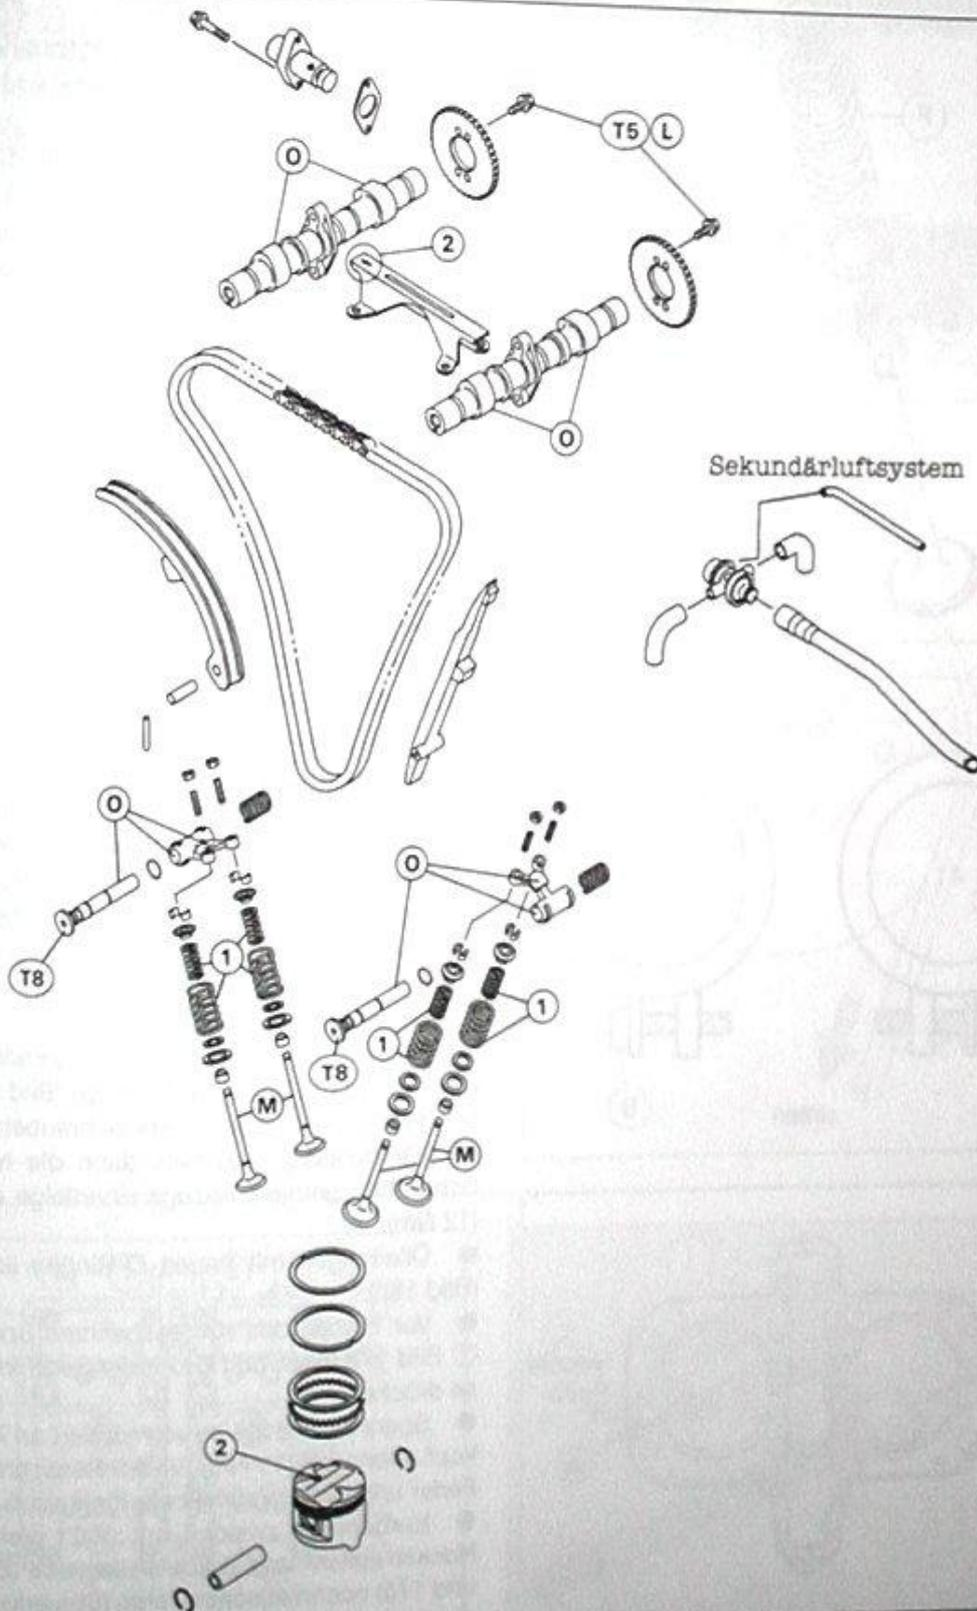

Bild 170
- Δ Sämtliche Einzelteile wieder in ursprüngliche Einbaulage einbauen (Bild 170).